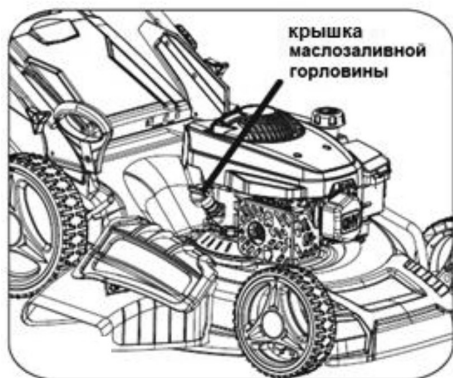

Рис. 20
3. Откройте крышку маслозаливной горловины (Рис. 20)